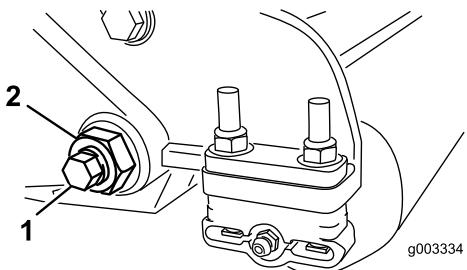
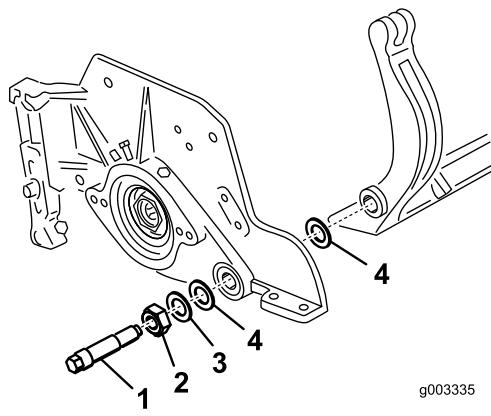

Figure 30
Figure 31
- De chaque côté de la machine, desserrez le contre-écrou de fixation du boulon de la barre d'appui (Figure 30).
- Retirez les boulons de la barre d'appui de façon à pouvoir abaisser la barre et la déposer de la machine (Figure 30). Mettez de côté les 2 rondelles en nylon et la rondelle en acier estampé situées de chaque côté de la barre d'appui (Figure 31).
- Fixez la barre d'appui sur chaque plaque latérale avec les boulons (munis d'écrous) et 6 rondelles. Une rondelle en nylon doit être placée de chaque côté du bossage de la plaque latérale. Placez une rondelle en acier à l'extérieur de chaque rondelle en nylon (Figure 31). Serrez les boulons de la contre-barre à un couple de 37 à 45 Nm. Serrez les contre-écrous jusqu'à ce que les rondelles d'acier extérieures cessent de tourner et que le jeu axial soit supprimé, mais ne serrez pas excessivement et ne faites pas flétrir les plaques latérales. Les rondelles peuvent présenter un espace à l'intérieur.